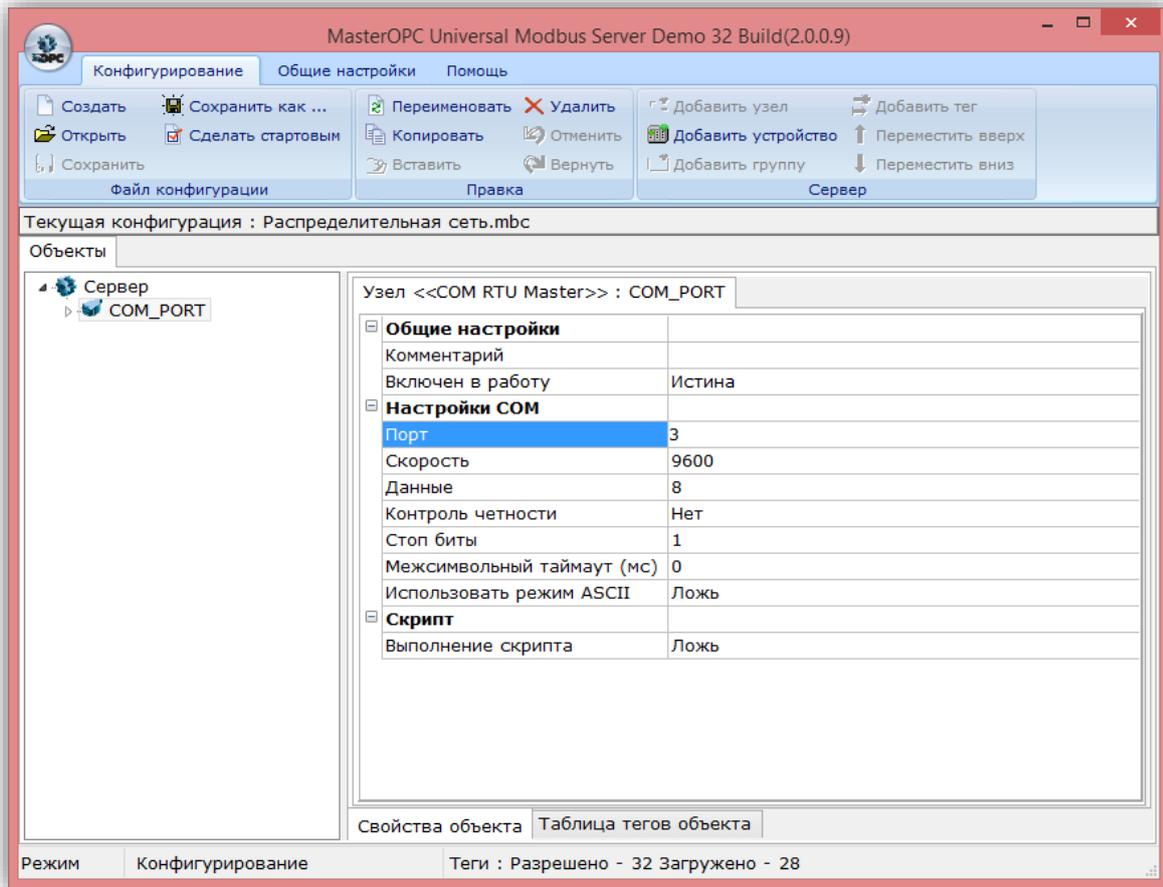

Рис. 2
6. На вкладке COM_PORT измените поле «Порт» на значение, запомненное в п.2. (Рис. 2)